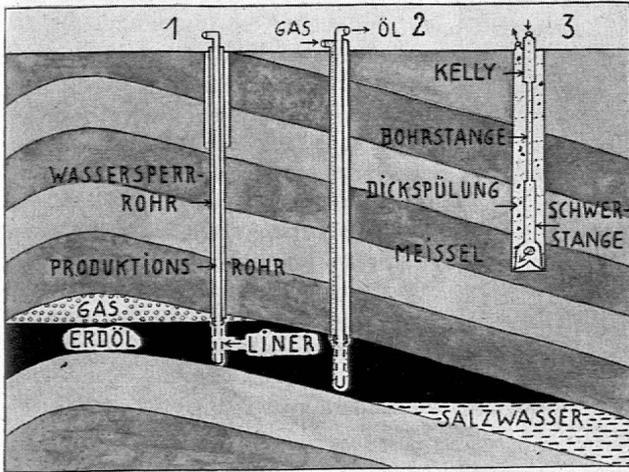

Fig. 1. Schema eines Oelfeldes.
6. Die oberste *Bohrstange* (drill stem), die eben von den Bohrmeistern eingeschraubt wird, ist hohl und ist unter der Drehbühne geöffnet dargestellt, damit man den Inhalt sehen kann, die Dickspülung. Das ganze Bohrgestänge besteht aus drei Sorten Röhren: Unmittelbar unter dem Drehtisch wird jeweils die sogenannte Mitnehmerstange (kelly) eingesetzt; darunter folgen eine grosse Zahl normaler Bohrstangen wie Nr. 6, und zu unterst werden einige *Schwerstangen* (drill collar) zugefügt, deren Gewicht auf dem Bohrmeissel lastet und ihm den nötigen Bohrdruck verleiht. An der untersten Schwerstange ist der Meissel angeschraubt. Die erste Bohrstangenserie in Altishofen hatte  $4\frac{1}{2}$  Zoll Durchmesser (vgl. Fig. 1).
10. Die obersten dicken Röhre heissen *Standrohre* (conductor pipes); diese Stand- oder Leitrohre dienen zum Abschluss des Bohrlochs gegen Wasser und zur Verankerung der über dem Bohrloch eingebauten Sicherheits-Absperrvorrichtungen, die im Bild weggelassen sind (vgl. Fig. 1).
12. Die *zementierte Zone* (cementation) reicht zirka 150 m über die Oelschicht und ist grau mit schwarzen Punkten gemalt. Das Zementieren ist eine ziemlich heikle Sache. Für den modernen Bohrbetrieb hat man Spezialzementwagen hergestellt. Der Bohrmeissel hängt am untern Ende des Bohrgestänges und rotiert in einer Kühlflüssigkeit, der Dickspülung (siehe unten). Nachdem der Meissel tief in die Oelage eingedrungen ist, wird an Stelle des Meissels ein durchlöcherter Rohr (liner) eingebaut, durch dessen Oeffnungen dann Erdgas und Erdöl in das Produktionsrohr einströmen können (vgl. Fig. 1).
Altishofen), der die Masse auffangen soll. Dann wird auf das Tubingrohr eine reichverzweigte Röhre aufgesetzt (*Christmastree* — Nr. 22, im Bild unten rechts), der das flüssige Gold in verschiedene Verzweigungen ableiten soll (vgl. Fig. 1). Das selbsttätige Aufsteigen des Erdöls hat ein Herausspritzen zur Folge, falls kein Preventer angebracht ist. In früheren Zeiten ergossen sich solche Spritzer — Gusher-spritzer — einfach 30—50 m hoch ins Freie und gerieten oft in Brand. Später grub man vorsichtshalber grosse Erdgruben rings um den Bohrturm, um eventuelle Spritzer nicht in den Boden versickern zu sehen.